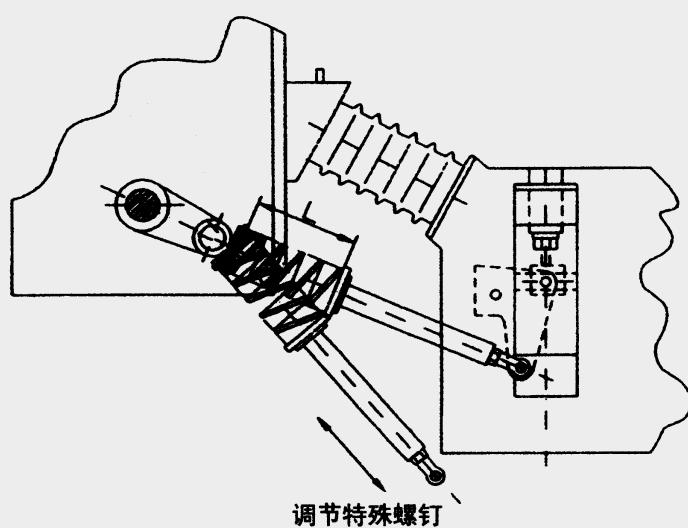

图 11. 调整触头行程示意图
- 2、拆下绝缘拉杆与拐臂联接的轴销，拧下软联接与下出线端、导电夹连接的螺栓。再将固定板拆下。然后，将灭弧室下的万向杆端轴承与拐臂连接的带槽销卸下。将定位板的四条螺栓松开，最后，双握住灭弧室往上提即可卸下（见图11）